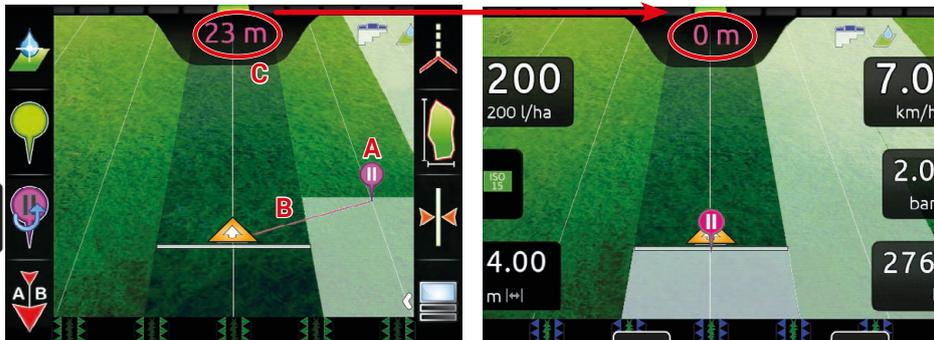

Fig. 216
- 4 Une fois dans cette position, la valeur de la distance devient « zéro » (Fig. 216) : appuyez sur **OK** ou sur **ESC** pour quitter la procédure.